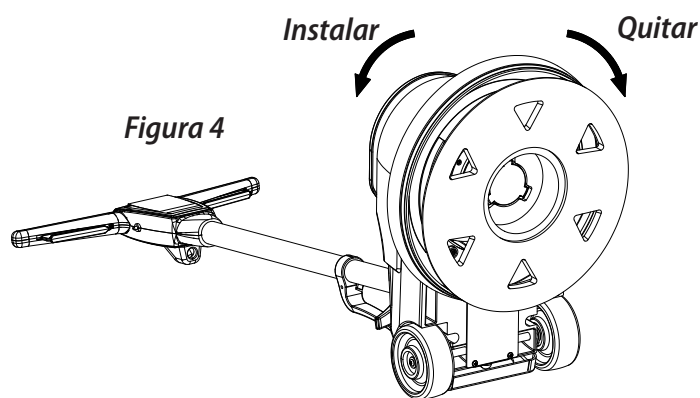

Figura 4
- 7 Para quitar el cepillo (o el accesorio escogido) desbloquéelo girándolo en el sentido contrario de las agujas del reloj, pues sáquelo (Véase Figura 4).